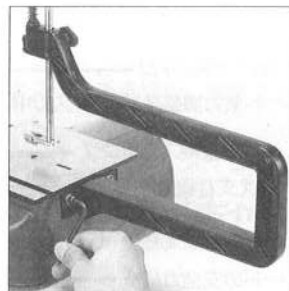

図1
- フレームの裏面にアーム取付穴がありますので、奥まで正確に差し込んでください。(図1参照)
- ④材料押えの支柱は先にアームに差し込んでからセットしてください。
- ④正確にアームがセットされていないと、起動時に振動が大きくなり、作業ができません。